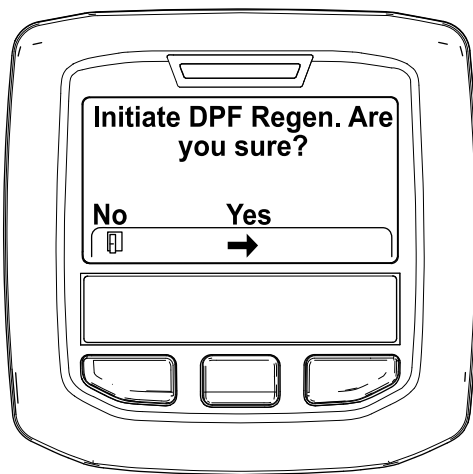

図 35
4. Initiating DPF RegenDPF 再生開始Are you sure?というメッセージが表示されるので、中央ボタンを押す 図 35。